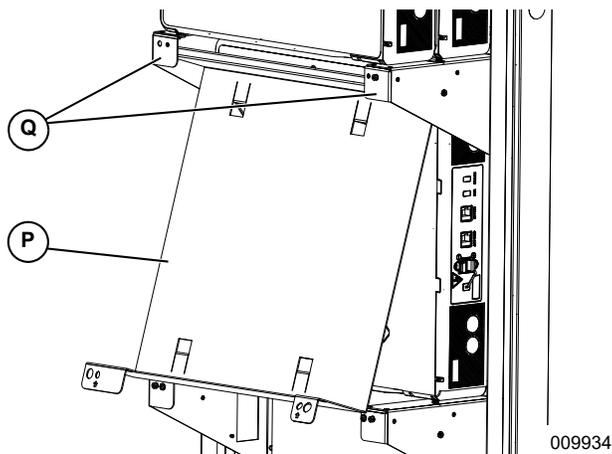

Figura 4-23. Instalación del separador de módulo (1 de 3)
1. Consulte la **Figura 4-23**. Coloque la parte superior del separador (P) en ángulo debajo y detrás del reborde del soporte (Q).